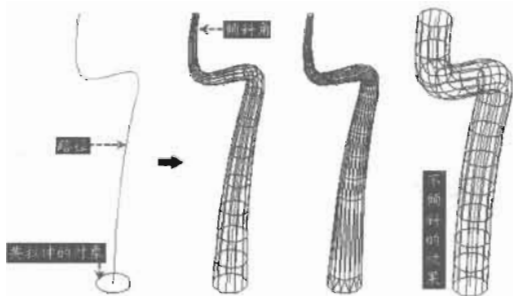

图 14-69
(1) 根据原始文件路径打开图形。
(2) 在命令提示行输入 Ext 并回车, 拉伸图中的圆, 如图 14-69 所示, 命令执行过程如下。